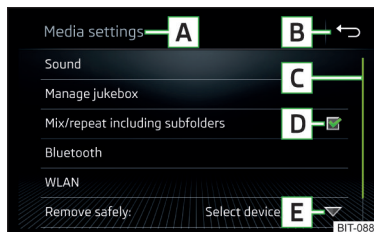

Fig. 173
**Descripción del indicador de pantalla » fig. 173**